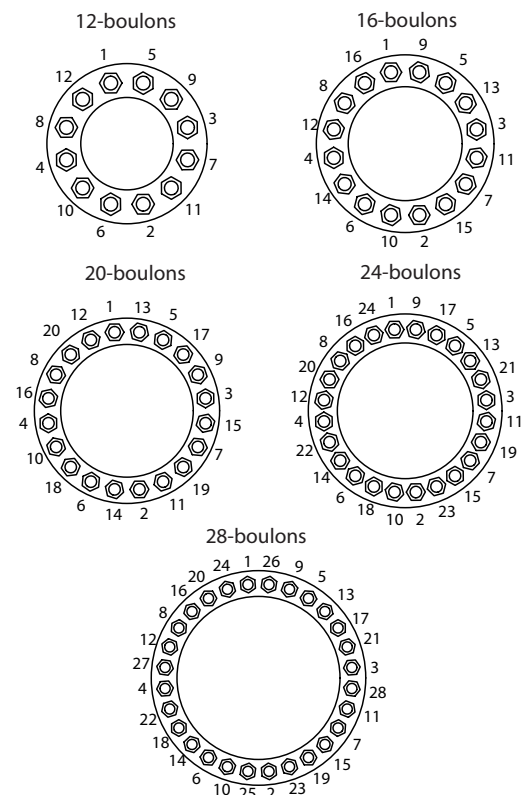

Figure 4
40. Insérer le joint inférieur (18) du couvercle de la bride du corps (19)
41. Insérer le couvercle de la bride du corps (19)
42. Graissez les goujons (20) et insérez les écrous à tête hexagonale (21) sur ceux-ci. Utilisez une clé dynamométrique pour serrer les écrous. Utilisez la valeur de couple spécifiée dans le tableau B
43. Graissez le bouchon à tête hexagonale (31) et insérez-le dans le trou taraudé du couvercle de la bride du corps (19). Utilisez une clé dynamométrique pour serrer le bouchon à tête hexagonale.
44. Appuyez sur la vanne avec une presse, et serrez les écrous (11). Utilisez la compression de presse spécifiée dans le tableau C et les valeurs de couple des écrous dans le tableau A. Lorsque vous les serrez en suivant le schéma croisé (selon la Fig. 4), effectuez d'au moins trois (3) cycles pour assurer un couple approprié et uniforme.